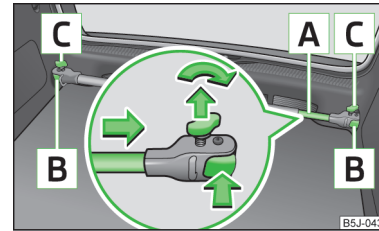

Abb. 53 Querträger einbauen
- Die Sicherungsschrauben **C** » Abb. 53 lösen und etwas herausziehen, dadurch werden die Halterungen **B** entriegelt.